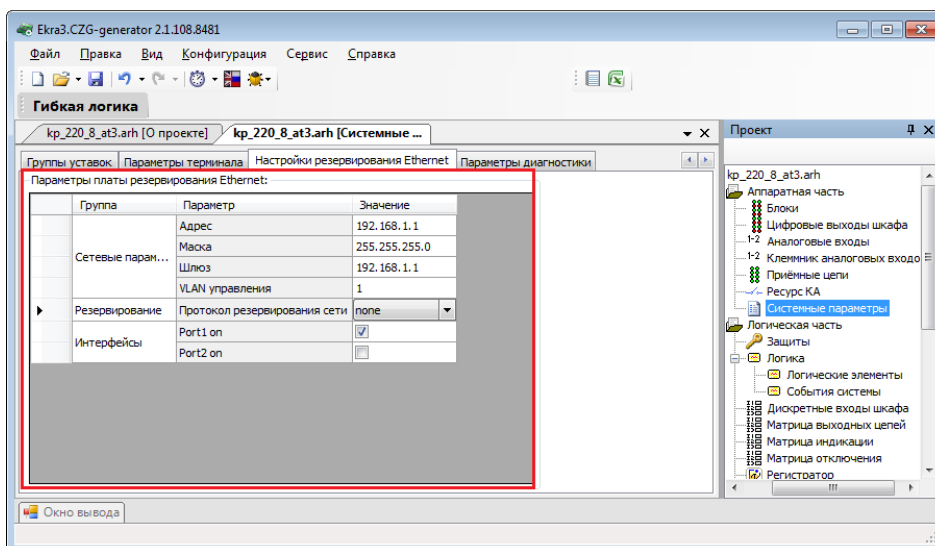

Рисунок 2.69
- резервирование сети отсутствует (см. рисунок 2.69);